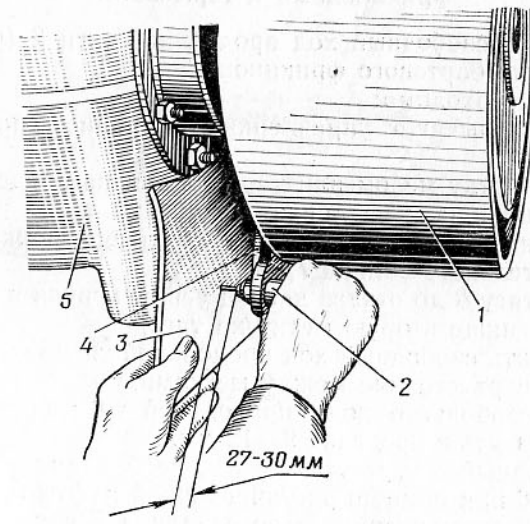

Рис. 30. Проверка свободного хода чашки механизма выключения бортового фрикциона:
5. Выключить другой бортовой фрикцион, проверить (рис. 30) и при необходимости отрегулировать свободный ход подвижной чашки механизма выключения (см. Технические условия, п. б).